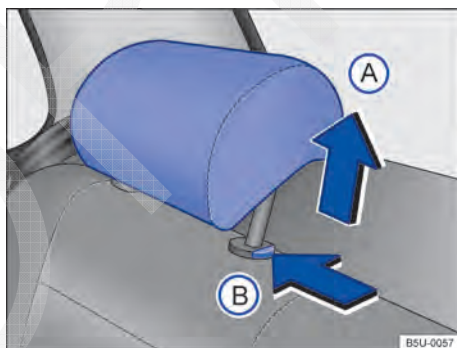

Fig. 39 Desinstalar o apoio para cabeça traseiro.
- Pressionar o botão → Fig. 39 (B) no sentido da seta. Retirar o apoio para cabeça com o botão pressionado.
- Empurrar o apoio para cabeça para baixo com o botão → Fig. 39 (B) pressionado.